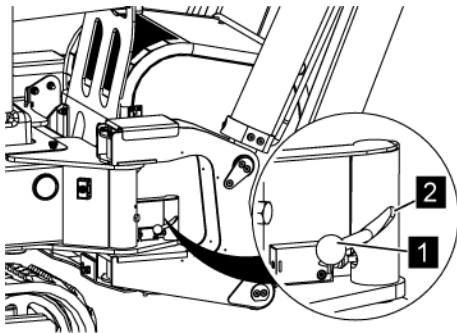

Abb. 93: Arretierung lösen
2. → Mit der freien Hand den Arretierbolzen an der Griffstange (Abb. 93/1) entlang der Kulissee (Abb. 93/2) nach oben drücken, bis die Stütze sich frei schwenken lässt.